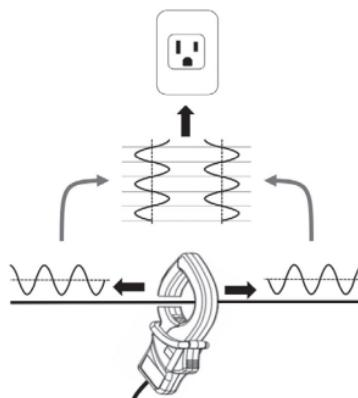
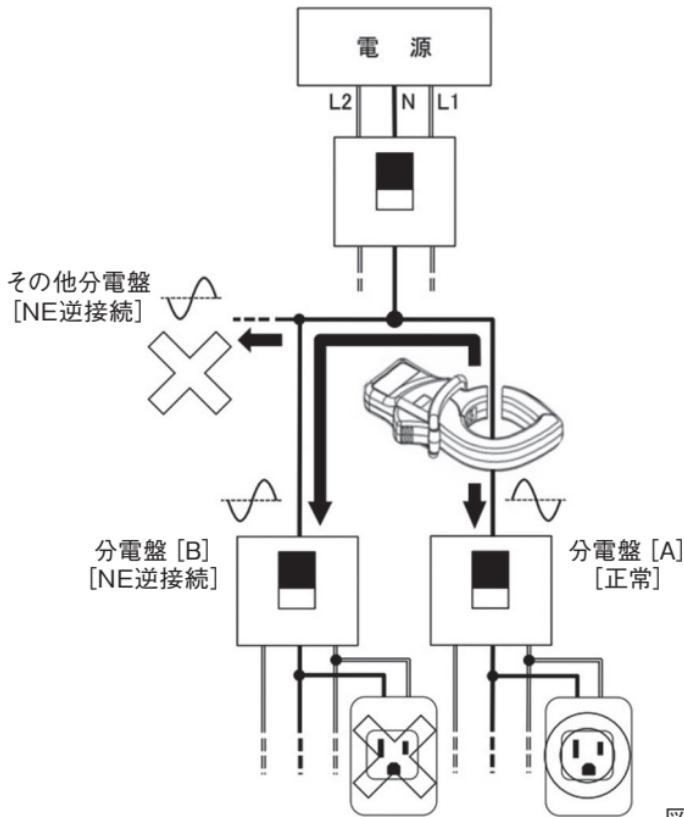

図5-4
図5-5
- 図5-4のように、試験電圧注入用クランプの向きによって、中性線(N)に印加する試験電圧の位相が180度変わります。KEW 4505は試験電圧信号の極性(位相差)によってコンセントテストを行うため、まちがった向きに試験電圧注入用クランプをクランプすると、判定対象のコンセントが「正常」な状態であっても、「NE逆接続」と判定してしまいます。
この時、前項の図5-4にて説明した、測定対象のコンセントから見える試験電圧注入用クランプの向きにより、図5-5の分電盤[B]から配線したコンセントのように【正常】な配線状態であっても、KEW 4505は【NE逆接続】と判定します。接続する分電盤の中性線（N）と測定対象のコンセントとの方向、およびクランプしている分電盤の位置とを充分に確認してから接続してください。
- 図5-6のように、試験電圧注入用クランプを配電盤に近い位置へクランプすることで、前頁図5-5の分電盤 [B] から配線したコンセントであっても、正しく【正常】と判定できますが、判定対象ではない他の分電盤から配線したコンセントに、複数の負荷を接続した状態で、かつそれらの負荷が駆動状態であった場合、KEW 4505が【判定不可】になる場合があります。そのため、図5-6の位置への接続は推奨いたしません。